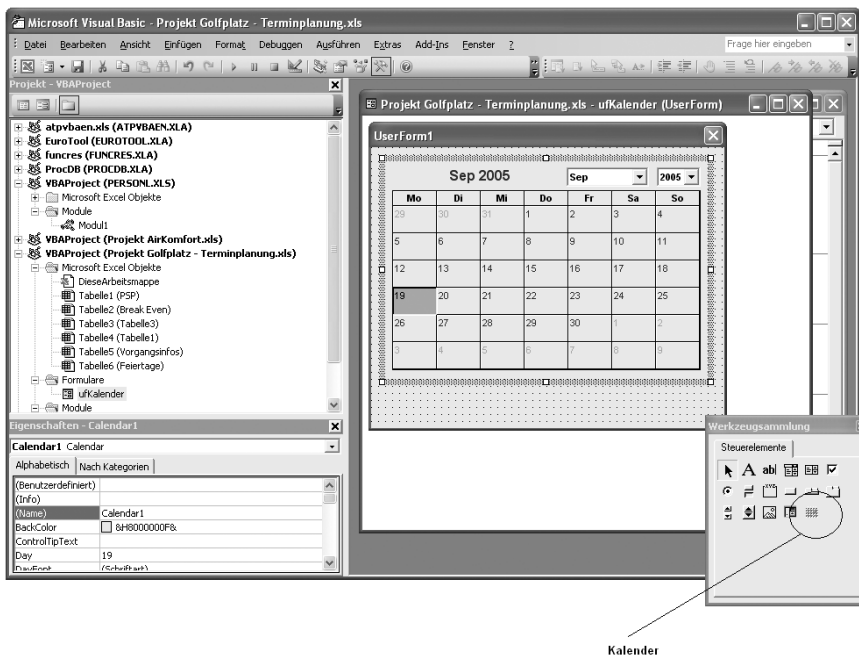

Abbildung 6.30 Das Kalender-Steuerelement in der Werkzeugsammlung
- 7 Klicken Sie das neue Element an, und zeichnen Sie ein Rechteck in die UserForm (siehe Abbildung 6.30).